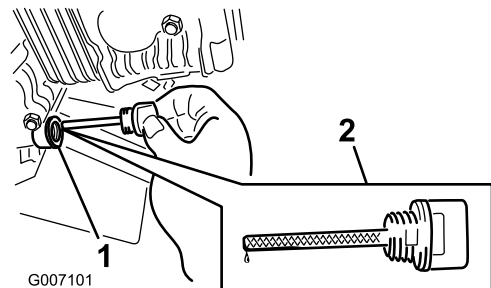

Figura 15
3. Limpie alrededor de la varilla de aceite (Figura 15).
4. Retire la varilla de aceite y limpie el extremo (Figura 15).
5. Introduzca la varilla a fondo en el tubo de la varilla sin enroscarla en el cuello de llenado (Figura 15).